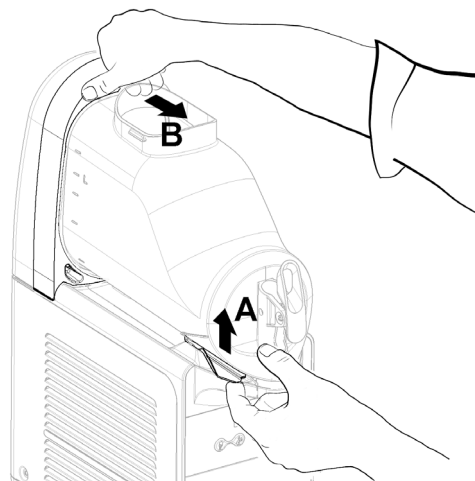

figura 3
**2** Para desmontar el recipiente es necesario empujar hacia arriba la palanca correspondiente A (ver figura 3) y luego sacar